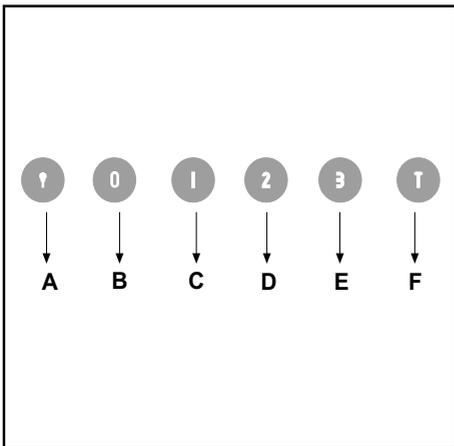

Fig.20
- **LUMINOSI (Fig.20)**
#### • Saturazione filtri Antigrasso/Carbone attivo: Fig.19B / Fig.20